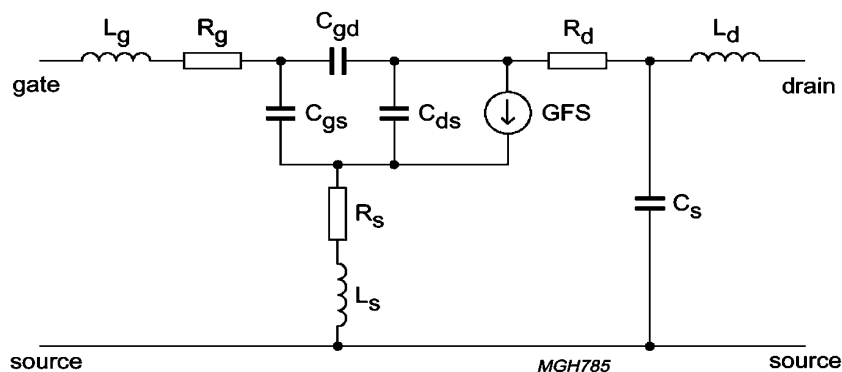

рис. 1
1. Определите импеданс нагрузки в диапазоне от 100 до 500 МГц с шагом 50 МГц с помощью измерительных приборов. Используйте эквивалентную схему транзистора BLF548 (рис.1).
В табл.1 приведены значения компонентов эквивалентной схемы рис.1, найденные в лаборатории фирмы Philips для мощности 150 Вт.